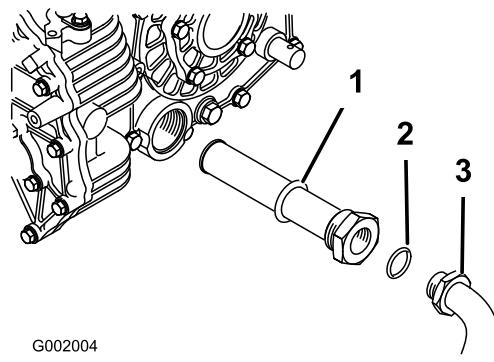

Figura 63
5. Retire o tubo do hidráulico e o conector de 90° (Figura 63).